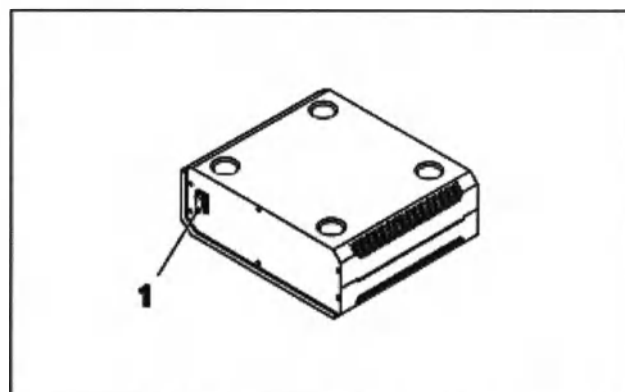

Рис. 47
- Включите внешний блок питания VP232-2 с помощью кнопки питания (рис. 47/1).